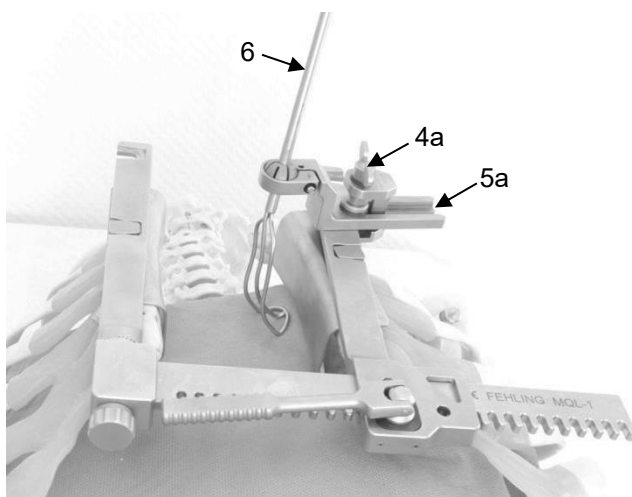

Abb. 9: Konfigurationsbeispiel für den CEBOTARI Universal Sternumspreizer mit Vorhofhaken
Zur Positionierung von Vorhofhaken (6) (siehe Tabelle 2, Seite 10) werden diese mithilfe des Befestigungselements MZZ-1Q (4a) sowie eines passenden Kugeladapters (5a) an beliebiger Stelle (auch im Bereich der Blätter) auf den Spreizerarmen angebracht (Abb. 9). Die Montage von Befestigungselement und Kugeladapter erfolgt gemäß Gebrauchsanweisung G 217.